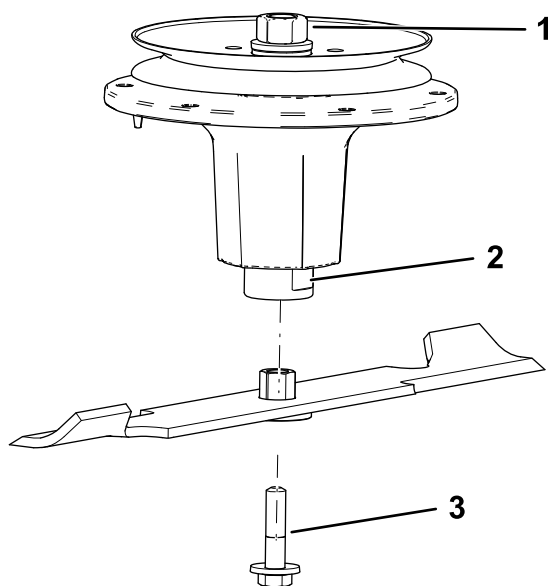

Figura 84
2. Instale el conjunto de casquillo/cuchilla en el eje (Figura 84).